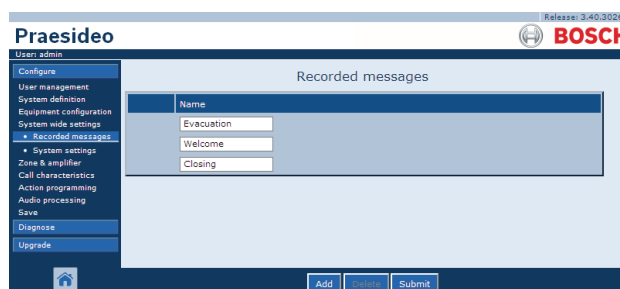

figura 45.8: Registro de mensaje, paso 4
- Haga clic en el botón *OK* para confirmar que el mensaje debe ser eliminado de la lista. Aparece una pantalla similar a la mostrada en figura 45.8 en el cuadro principal de la interfaz Web.